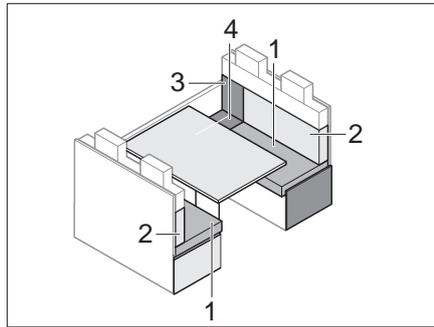

Bild 164 Vor dem Umbau
- Rückenpolster (Bild 164,2) entfernen und zur Seite legen.